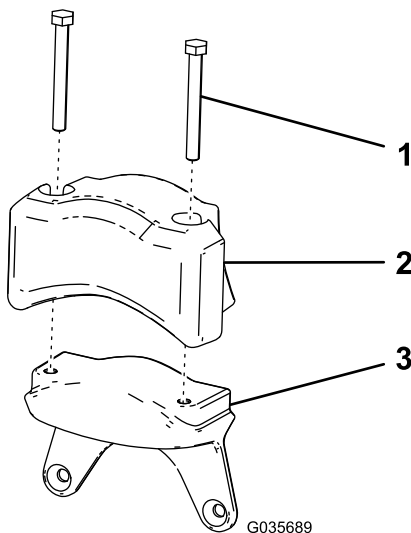

Figura 8
1. Monte el contrapeso eléctrico y los 2 tornillos (5/16" x 2 3/4") que retiró en Retirada del contrapeso del motor eléctrico \(página 3\) en el peso nuevo (Figura 8).